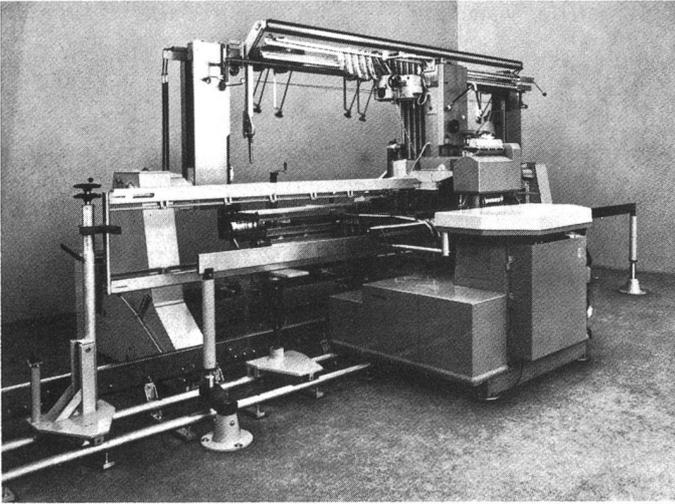

Abb. 5
**Automatische Einziehmaschine Uster Delta (Abb. 5)**